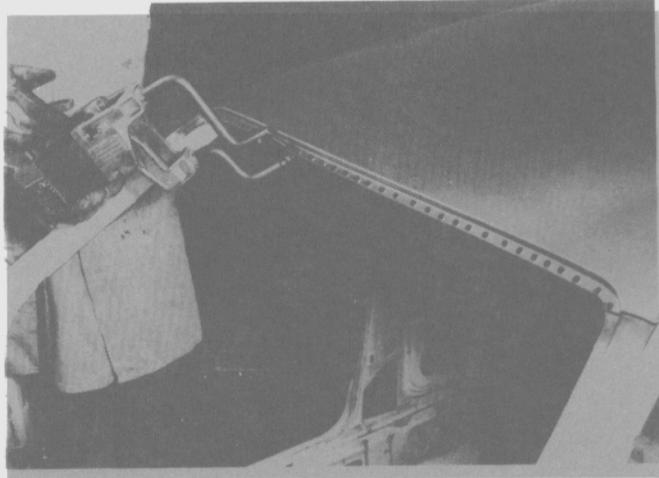

Fig. 52
- Soldar por puntos el panel del techo a lo largo de la abertura del parabrisas (Fig. 52).